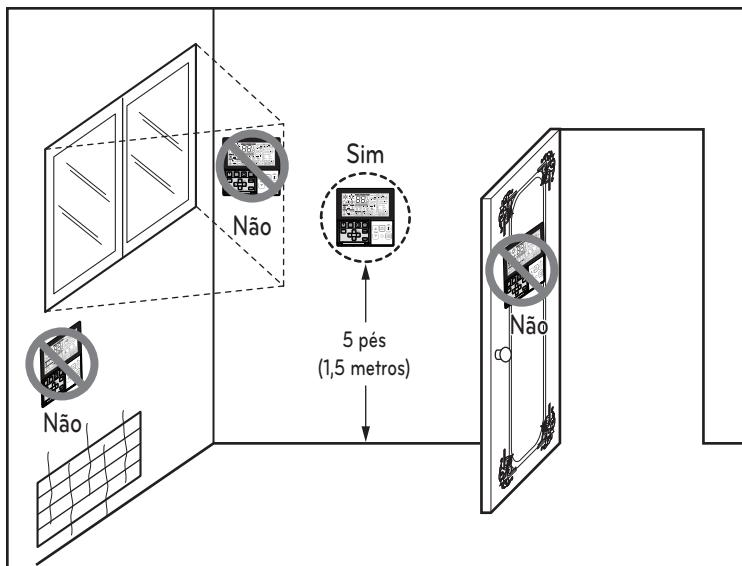

Fig.1 Localizações típicas para o controlo remoto
- Este controlo remoto está equipado com um visor LED de sete segmentos. Para uma boa exibição do LED do controlo remoto, este deve ser instalado de forma adequada, conforme indicado na Fig. 1